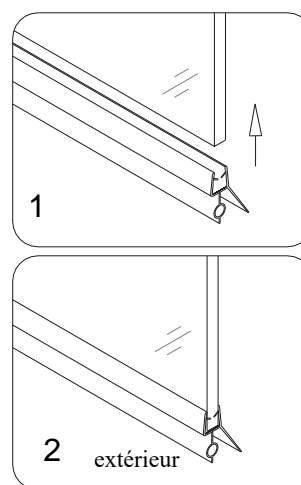

Fig 6
6. Une fois le silicone durci, posez la **Bande D'étanchéité du Bas (N° 09)** sur la bordure inférieure de la **Porte Vitrée**. Consultez la Fig 6.